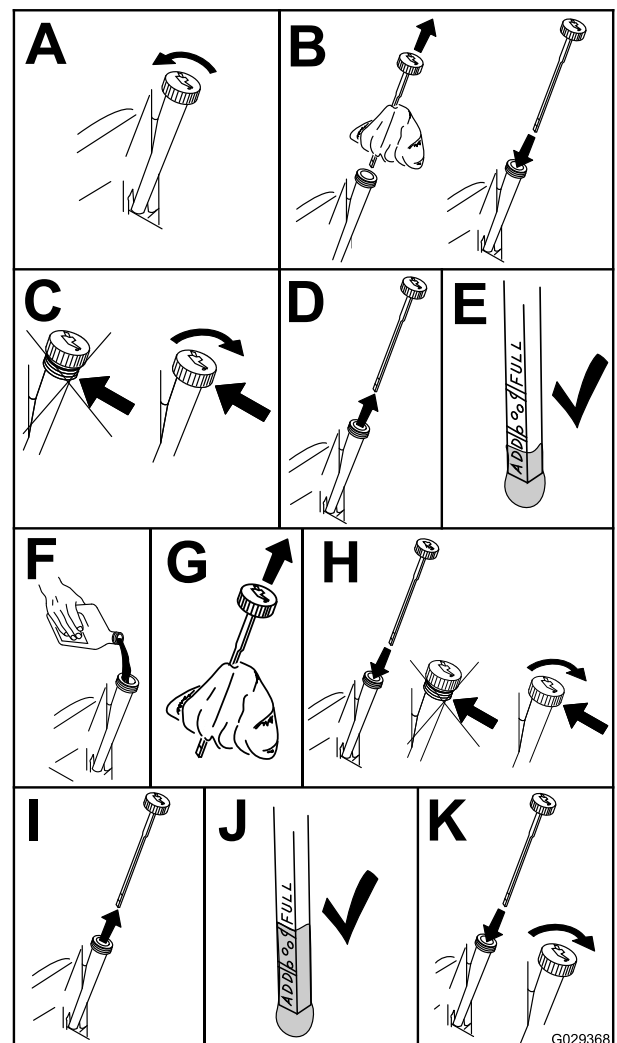

Figure 43
3. Pour éviter de faire tomber de l'herbe, de la poussière, etc. dans le moteur, nettoyez la surface autour du bouchon de remplissage et de la jauge de niveau avant de l'enlever (Figure 43).